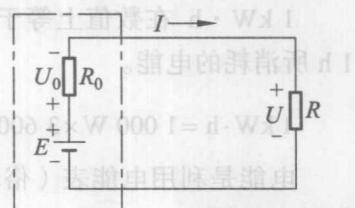

图 1-11 全电路
(1) 内电路：电源本身的电流通路。
(2) 内阻：内电路的电阻。
(3) 外电路：电源以外的电流通路。
(4) 全电路：内电路和外电路的总称，如图 1-11 所示。